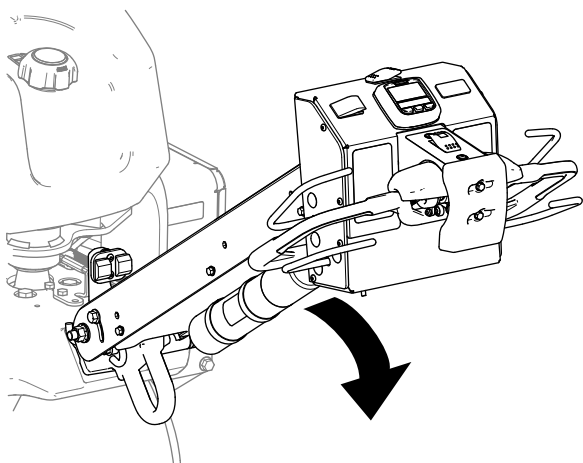

Figura 76
2. Baje el manillar para quitar el freno de estacionamiento (Figura 76).